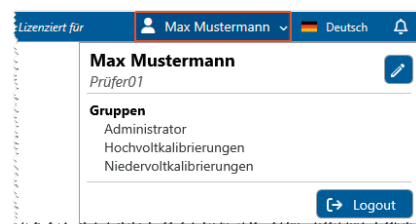

Abb. 3-33: Zugriff auf Benutzerkonto via Kopfzeile
- ▶ über das Drop-Down-Menü rechts oben in der Kopfleiste (Abb. 3-33): Durch Klicken auf die Symbolschaltfläche „Bearbeiten“  wird die Maske des aktuell verwendeten Kontos geöffnet.